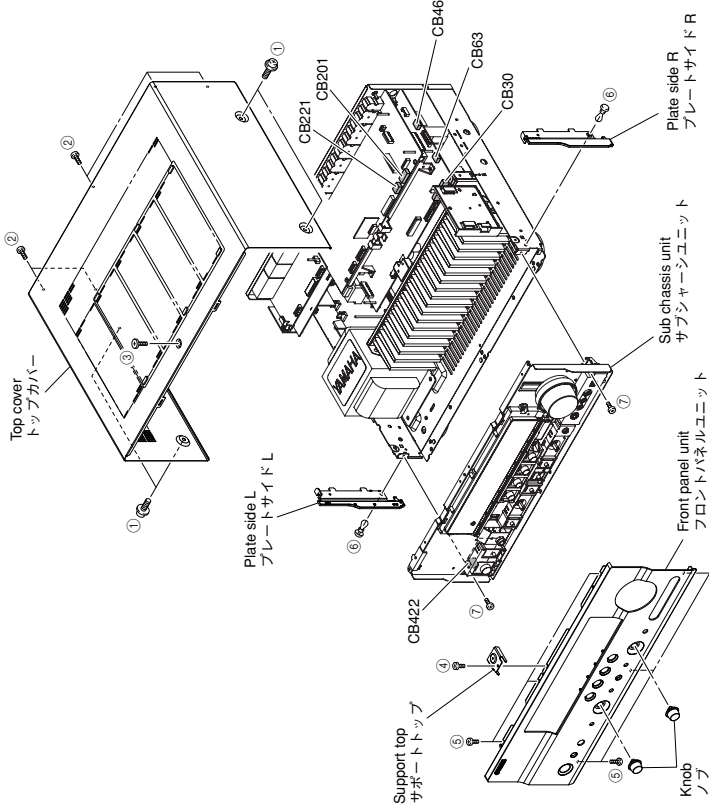

Fig. 1
- a. Remove 4 screws (1), 5 screws (2) and screw (3). (Fig. 1)
- b. Slide the top cover rearward to remove it. (Fig. 1)
- a. Remove 2 knobs. (Fig. 1)
- b. Remove screw (4) and then remove the support top. (Fig. 1)
- c. Remove 6 screws (5). (Fig. 1)
- d. Remove the front panel unit. (Fig. 1)
- a. Remove 2 push rivets (6). (Fig. 1)
- b. Remove the plate side L and plate side R. (Fig. 1)
- c. Remove 2 screws (7). (Fig. 1)
- d. Remove CB30, CB46, CB63, CB201 and CB422. (Fig. 1)
- e. Remove the sub chassis unit. (Fig. 1)
- a. ①のネジ4本、②のネジ5本、③のネジ1本を外します。(Fig. 1)
- b. トップカバーを後方へスライドさせ、取り外します。(Fig. 1)
- a. ノブを2個取り外します。(Fig. 1)
- b. ④のネジ1本を外し、サポートトップを取り外します。(Fig. 1)
- c. ⑤のネジ6本を外します。(Fig. 1)
- d. フロントパネルユニットを取り外します。(Fig. 1)
- a. ⑥のプッシュリベット2本を外します。(Fig. 1)
- b. プレートサイドLおよびプレートサイドRを取り外します。(Fig. 1)
- c. ⑦のネジ2本を外します。(Fig. 1)
- d. CB30、CB46、CB63、CB201、CB221、CB422を外します。(Fig. 1)
- e. サブシャーシユニットを取り外します。(Fig. 1)